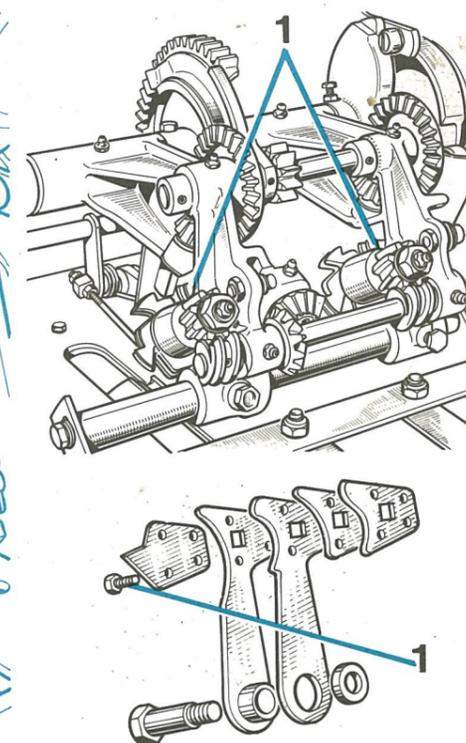

FIG. 18
- Contrôler l'état des deux couteaux des pince-fil (1 fig. 18) cette opération est très importante ; par ailleurs, vérifier l'état des galets du circuit fil de fer.